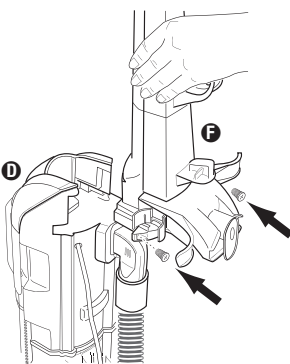

FIG. 2
- Step 1:** Slide the handle **F** into the grooves at the top of the vacuum body **D** as shown (FIG. 2).
- Step 2:** Place the two screws (supplied) into the holes at back of the unit and tighten with a screwdriver (FIG. 2).
- Paso 1:** Deslice el mango **F** en las ranuras en la parte superior de la aspiradora **D** como lo muestra la ilustración (FIG. 2).
- Paso 2:** Coloque los dos tornillos (incluidos) en los agujeros en la parte de atrás de la máquina y apriételes con un destornillador (FIG. 2).